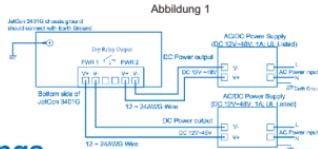

Abbildung 1
1. Schließen Sie die positive und negative Leitung an V+ und V- des Schraubklemmblocks an. Siehe Abbildung 1